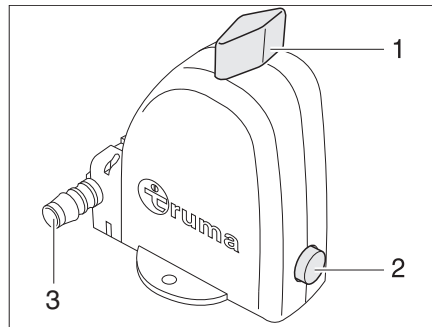

Bild 221 Sicherheits-/Ablassventil des Boilers - Stellung Betrieb
Der Boiler ist mit einem Sicherheits-/Ablassventil (Bild 221) ausgestattet. Das Sicherheits-/Ablassventil verhindert, dass das Wasser im Boiler einfriert, wenn bei Frost die Heizung nicht eingeschaltet ist.
- ▷ Der Entleerungsstutzen (Bild 221,3) des Sicherheits-/Ablassventils muss immer frei von Verschmutzungen (z. B. Laub, Eis) sein.
- Drehknopf (Bild 221,1) 90° längs zum Sicherheits-/Ablassventil drehen. Der Druckknopf (Bild 221,2) springt heraus. Der Boiler wird über den Entleerungsstutzen (Bild 221,3) des Sicherheits-/Ablassventils nach außen entleert.
- Drehknopf (Bild 221,1) 90° quer zum Sicherheits-/Ablassventil drehen.
- Druckknopf (Bild 221,2) eindrücken.